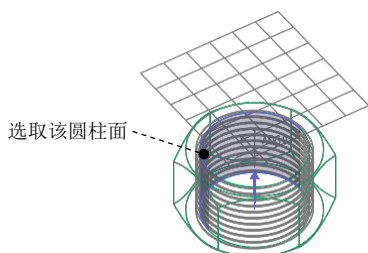

图 4.2.8 选择螺纹参考
Step5. 在“螺纹铣削”操控板中，下拉列表中选择“内部”选项，单击“参考”按钮，在弹出的“参考”设置界面中单击“螺纹”列表框，然后选取图 4.2.8 所示的圆柱面。